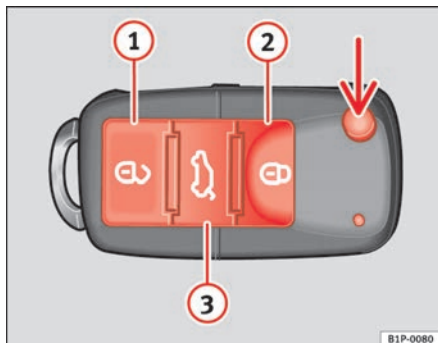

Abb. 63 Tastenbelegung
Mit der Taste \Rightarrow Abb. 63 (Pfeil) der Fernbedienung wird der Schlüsselbart ausgeklappt.
Fahrzeug entriegeln \Rightarrow Abb. 63 ①. Die Türen und die Heckklappe werden entriegelt.
Fahrzeug verriegeln \Rightarrow Abb. 63 ②.
Heckklappe entriegeln. Drücken Sie die Taste \Rightarrow Abb. 63 ③, bis alle Blinkleuchten am Fahrzeug kurz aufleuchten. Nach Drücken der Entriegelungstaste \Rightarrow Abb. 63 ③ können Sie die Heckklappe innerhalb von 2 Minuten öffnen. Nach Ablauf dieser Zeit wird die Heckklappe wieder verriegelt.
Zudem blinkt die Batterie-Kontrollleuchte des Schlüssels \Rightarrow Abb. 63 auf.
Bei einmaligem Drücken der Taste \Rightarrow Abb. 63 ① wird nur die Fahrertür geöffnet. Alle anderen Türen bleiben verriegelt.
- Verriegeln Sie das Fahrzeug mit dem Schlüssel mit Funkfernbedienung ⇒ Seite 103, Abb. 63 über das Schloss in der Fahrertür. ▶